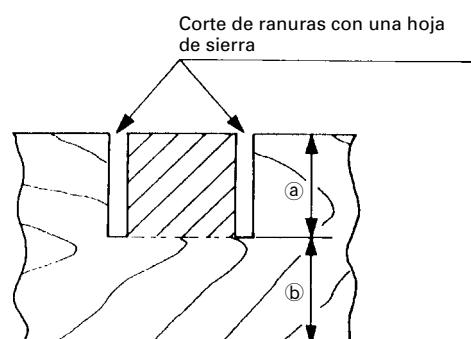

Fig. 37
Las ranuras podrán cortarse en la pieza de trabajo como se indica en la Fig. 37 regulando el perno de ajuste de profundidad de 8 mm.
- (1) Afloje la tuerca de aletas de 8 mm y gire el perno de ajuste de profundidad de 8 mm con la mano.
- (2) Ajuste la profundidad de corte deseada regulando la distancia entre la hoja de sierra y la superficie de la base (consulte (b) de la Fig. 37).
- (3) La tuerca de aletas 8mm deberá quedar adecuadamente apretada después de haber finalizado el ajuste.